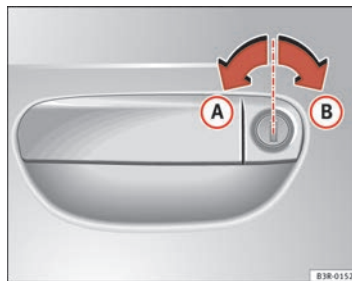

Fig. 70 Tours de clé pour ouvrir et fermer
- Tournez la clé dans la serrure de la porte du conducteur en position d'ouverture **(A)** $\Rightarrow$ fig. 70 vers la gauche.
- Tournez la clé dans la serrure de la porte du conducteur en position de fermeture **(B)** $\Rightarrow$ fig. 70 vers la droite $\Rightarrow$ .
Tournez la clé dans la serrure de la porte du conducteur **deux fois** de suite, à intervalle très court, en position de fermeture (B) ⇒ page 104, fig. 70.